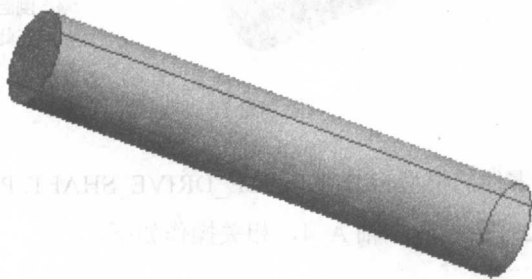

图 1.2.4
Step3. 创建如图 1.2.4 所示的实体拉伸特征，相关操作如下。